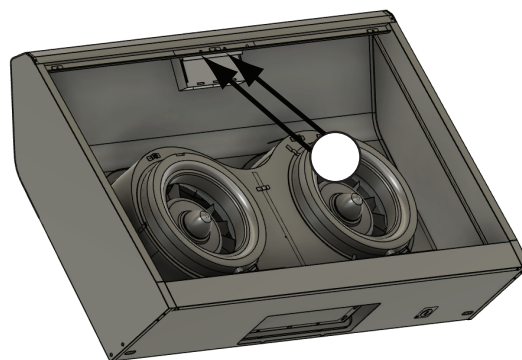

FIG. D4
2. Retirez la plaque de la carte de circuit imprimé à l'aide de 2 vis (FIG. D4).